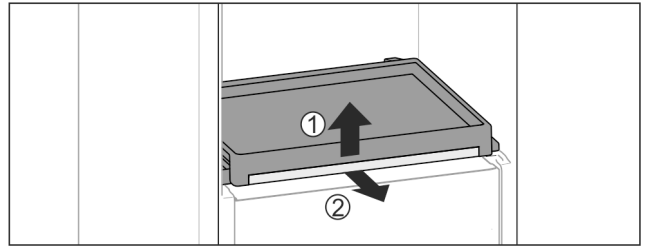

Fig. 35
- ▶ Rimuovere il ripiano estraibile con ripiano di vetro: sollevare leggermente in avanti il ripiano di vetro Fig. 35 (1) e tirarlo in avanti Fig. 35 (2).